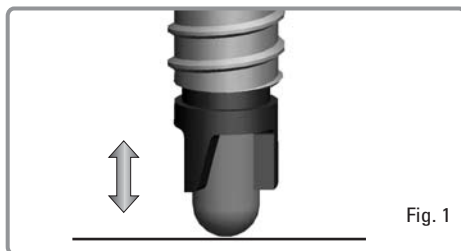

Fig. 1
- Vor Gebrauch die Sonde auf eine sterile Unterlage pressen und die korrekte Rückfederung überprüfen (siehe Abb. 1).